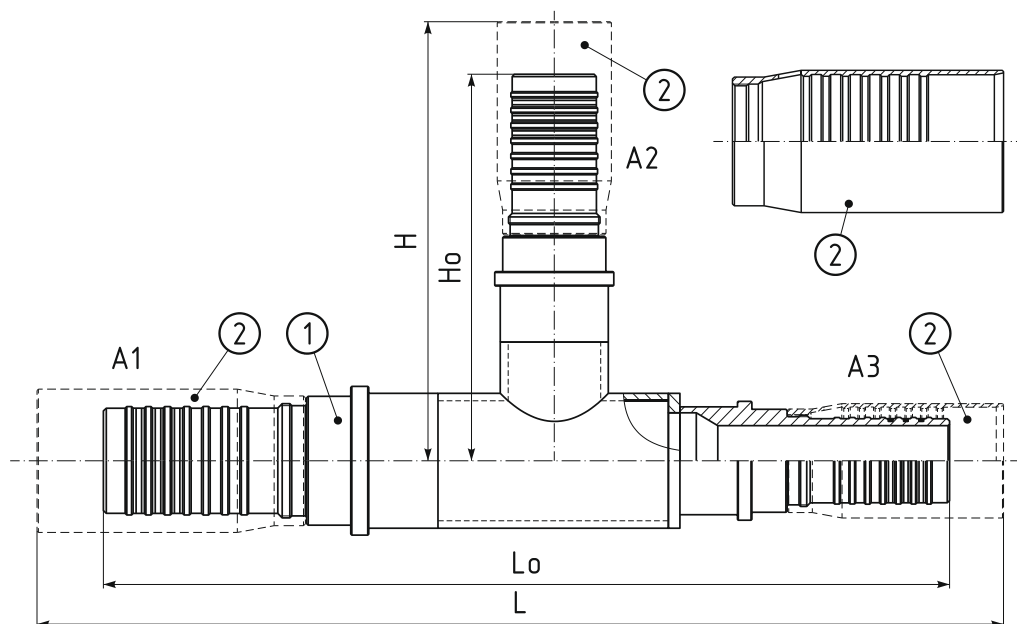

Рис. 2.4.1. Тройник обжимной КОРДФЛЕКС
- тройник обжимной КОРДФЛЕКС (см. рис. 2.4.1);